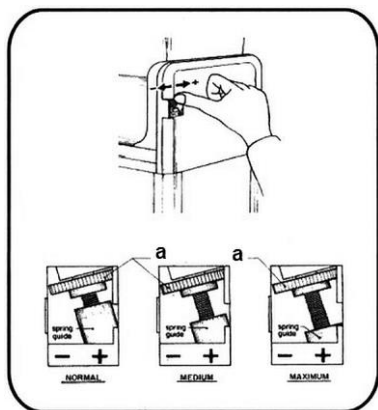

Рис. 3
1. Для молока або інших продуктів, які потребують більш тривалого часу заморожування, слід змінити налаштування на «**medium**» або «**maximum**» за допомогою коліщатка налаштування (a), повертаючи його в напрямку «+», як показано на рис. 3.